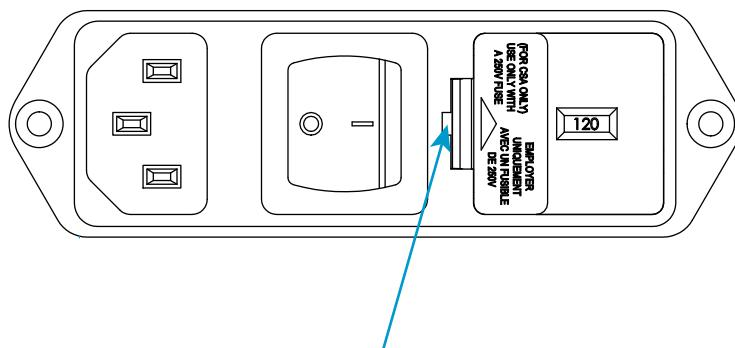

図5. ヒューズ ホルダの引き出し
1. 電源スイッチがオフ (0) 位置にあることを確認し、電源から電源ケーブルを抜きます。フレーム コントロール パネルで LED が点灯していることを確認します。
2. 39 ページの図 5 に示すスロットに小さなマイナス ドライバを挿入し、ヒューズ ホルダを引き出します。